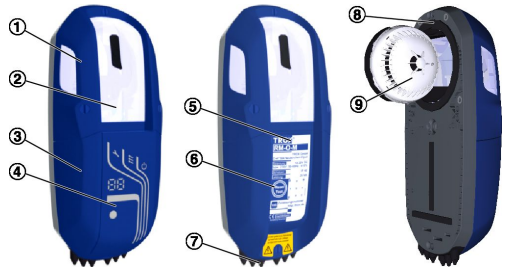

Abb. 4: RM-O-M mit Rauchmeldekopf im Kanal
- RM-O-M mit Rauchmeldekopf im Kanal Abb. 4